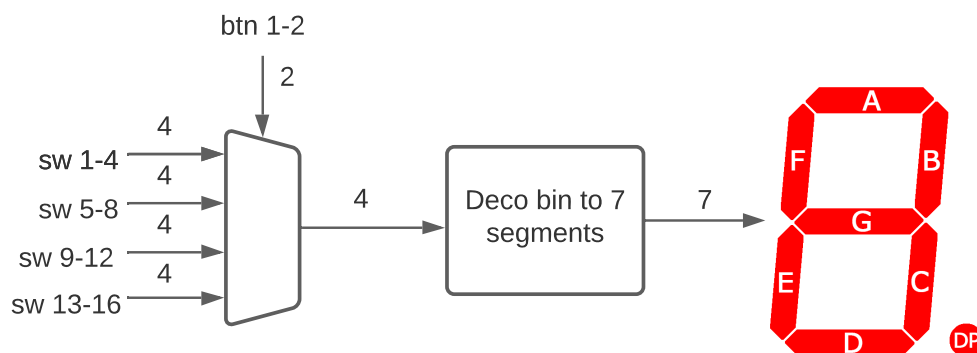

Figura 2: Diagrama de bloques para el decodificador de un *display* de 7 segmentos.
3. Modifique su diseño de manera que 4 grupos de 4 *switchs* provean un potencial valor a mostrar en el *display* de 7 segmentos, como se ilustra en la Figura 2. Estas entradas estarán multiplexadas al *display* de 7 segmentos (sw 1-4, sw 5-8, sw 9-12, y sw 13-16) y utilizando dos de los botones disponibles (btn 1-2) realizará la selección de cuál de las 4 entradas se mostrará.